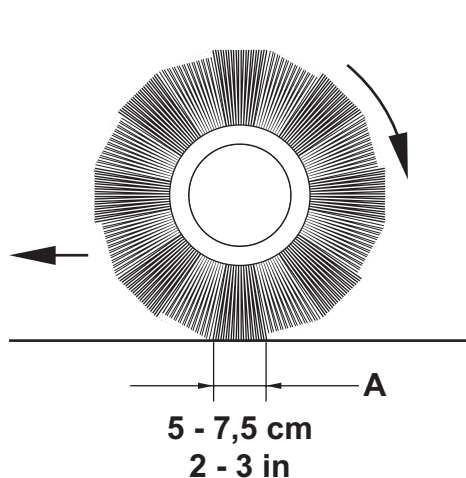

Figura 4
8. Repetați pașii 2-7 până când banda lustruită se află în poziția indicată în figura 4.